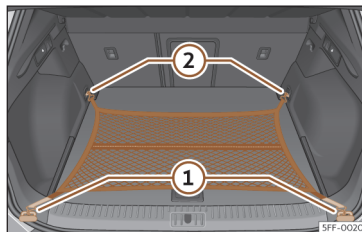

Fig. 180 Na bagageira: saco de rede fixado rente ao piso.
- Fixe os ganchos da rede nas argolas de fixação >>> **Fig. 180 ① e ②** >>> ⚠️. O fecho de correr do saco deve ficar voltado para cima.